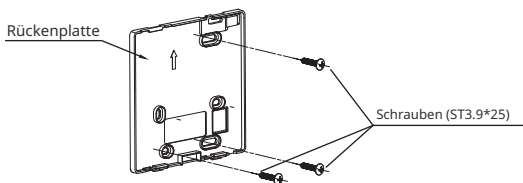

Abb. 3-3
- Für die sichtbare Montage befestigen Sie die Rückenplatte mit den 3 Schrauben (ST3.9*25) und Dübeln an der Wand. (Abb. 3-3)